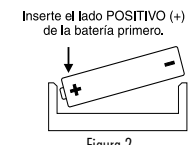

Figura 2
2. Instale primero el lado positivo (+) de las baterías (ver Figura 2).